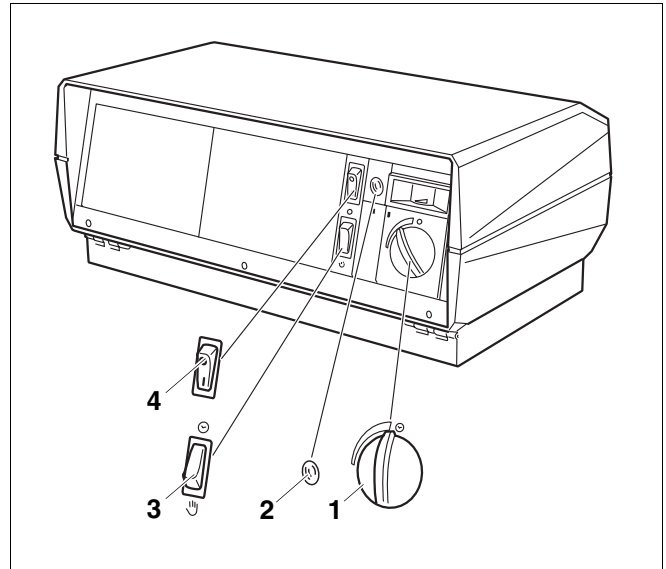

Abb. 3 Regelgerät
Nehmen Sie Ihren Heizkessel über das Regelgerät in Betrieb (Abb. 3). Mit der Inbetriebnahme des Regelgerätes nehmen Sie automatisch den Brenner mit in Betrieb. Der Brenner kann anschließend vom Regelgerät gestartet werden. Weitere Informationen dazu können Sie in der Bedienungsanleitung des jeweiligen Siegercontrol-Reglers oder Brenners nachlesen.
- Stellen Sie bei eingebauter Siegercontrol-Regelung den Betriebsartenwahlschalter (Abb. 3, **Pos. 3**) auf „☺“ (Automatik-Betrieb) – ohne Siegercontrol-Regelung auf „☞“ (Handbetrieb).
- Stellen Sie den Kesselwasser-Temperaturregler (Abb. 3, **Pos. 1**) auf die gewünschte Temperatur ein. Der untere Anschlag entspricht 50 °C, der obere 75 °C. Die Sperre bei 75 °C können Sie durch Herausziehen des Kesselwasser-Temperaturreglers (ca. 2 mm) überwinden. Der Regelbereich reicht dann bis 90 °C.
Bei eingebauter Siegercontrol-Regelung und bei externer Regelung müssen Sie den Betriebsartenwahlschalter (Abb. 3, **Pos. 3**) immer auf „☺“ stellen.
- Stellen Sie den Betriebsschalter (Abb. 3, **Pos. 4**) in Stellung „I“ (EIN).
Nehmen Sie Ihren Heizkessel über das Regelgerät außer Betrieb (Abb. 3). Mit der Außerbetriebnahme des Regelgerätes wird der Brenner automatisch mit abgeschaltet.
- Stellen Sie den Betriebsschalter (Abb. 3, **Pos. 4**) in Stellung „0“ (AUS).
Brennerstörungen werden über die Störlampe (Abb. 3, **Pos. 2**, Seite 10) des Regelgerätes und des Brenners angezeigt bzw. signalisiert.